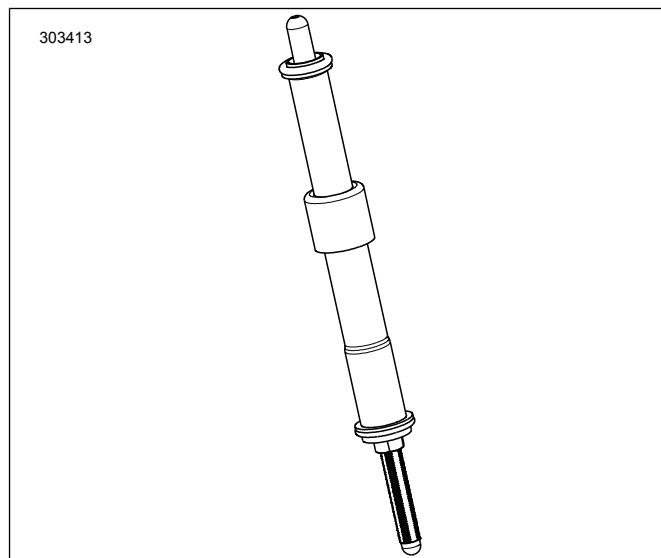

Figure 2. Tige de poussée installée dans le couvre-tige
7. Figure 2 Installez les tiges de poussée d'admission dans les couvre-tiges. Remplacez les joints toriques, abaissez le couvre-tige et la clavette de la gaine de ressort avec les nouveaux composants fournis dans le kit. Veillez à ce que le bout correcteur de la tige de poussée est abaissée.